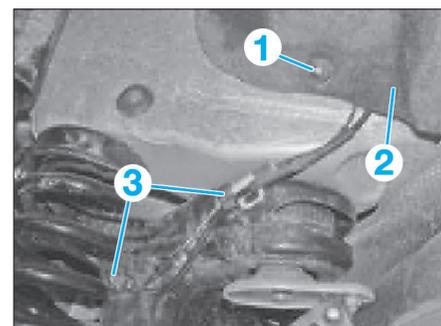

Fig. 41
- Déposer l'écrou (1) (Fig.41).
- Tirer l'habillage de passage de roue (2) légèrement sur le côté.
- Dégager le câble (3) de ses supports.